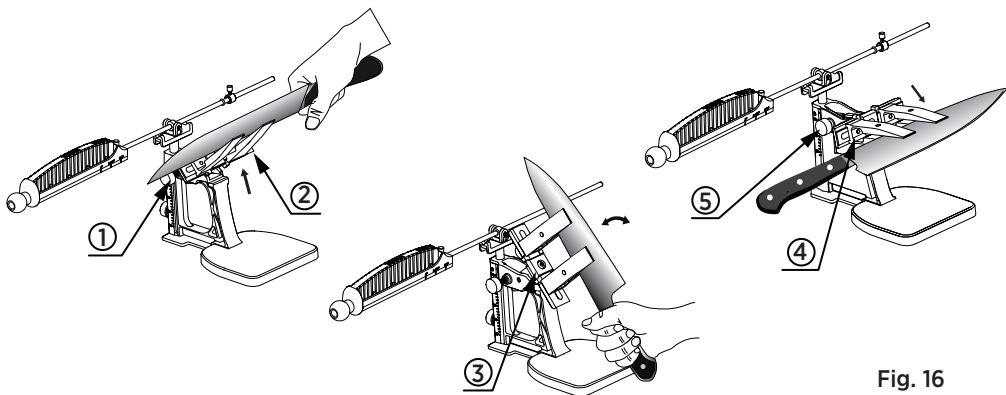

Fig. 16
3. Ga door met slijpen totdat u een braam voelt langs de volledige snede aan de tegenovergestelde zijde van het lemmet. Draai de draaiknop los, til de draaibalk op en draai deze voorzichtig 180° om naar de andere zijde van het lemmet te wisselen. Houd het handvat van het mes vast voor betere controle tijdens deze stap. (Zie Fig. 16) Zodra de afstelling is voltooid, draai de draaiknop stevig vast.